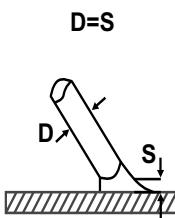

рис. 2
7.6 Как только произойдёт зажигание дуги, электрод нужно держать на таком расстоянии **S** (см. рис. 2) от обрабатываемого материала, которое соответствует диаметру электрода **D** (см. рис. 2). Для получения равномерного шва далее необходимо соблюдать эту дистанцию по возможности постоянной. Также необходимо помнить, что наклон оси электрода